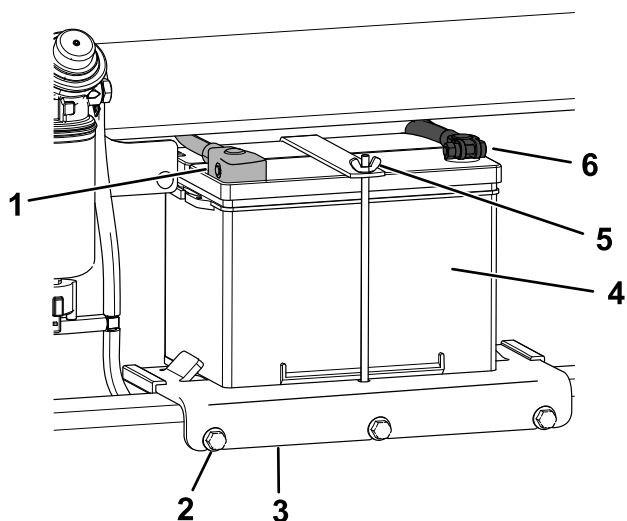

Figura 56
4. Desconecte el cable negativo de tierra (negro) del borne de la batería (Figura 56). Guarde las fijaciones.
- Desconecte el cable positivo (rojo) del borne de la batería (Figura 56). Guarde las fijaciones.
- Afloje los 3 pernos que sujetan la bandeja de la batería y retire la bandeja con la batería (Figura 56).
1. Coloque la batería en la bandeja de la batería y sujétela con la tuerca de orejeta y la varilla (Figura 56).
2. Instale la bandeja de la batería en la máquina y sujétela con los 3 pernos (Figura 56). Apriete los pernos a 41 N·m (30 pies-libra).
3. Usando las fijaciones que retiró anteriormente, conecte el cable positivo (rojo) al borne positivo (+) de la batería (Figura 56).
5. Usando las fijaciones que retiró anteriormente, conecte el cable negativo (negro) al borne negativo (-) de la batería (Figura 56).